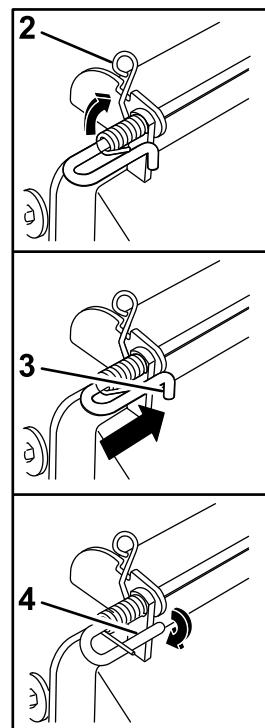

Figura 71
5. Levante el extremo del muelle con bucle y colóquelo en la muesca del soporte del deflector (Figura 71).
6. Fije el conjunto de varilla y muelle torciéndolo de manera que el extremo corto de la varilla pueda colocarse detrás del soporte delantero que está soldado a la carcasa (Figura 71).